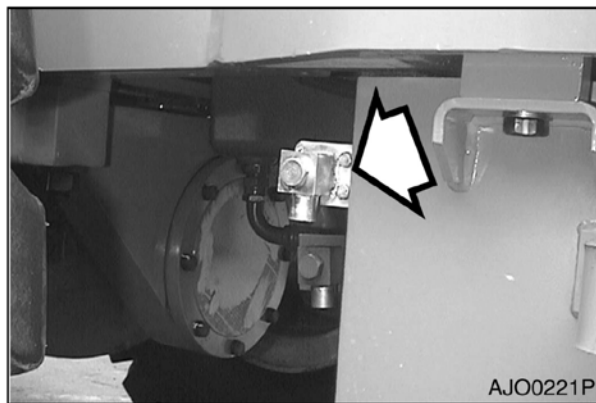

Рис. 78
2. Поставить под радиатор емкость и открыть сливной кран (рис. 78).